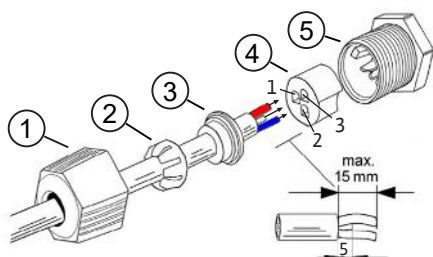

Fig. 19: Konektor Quickon
2. Odstráňte opláštenie signalizačného kábla (cca 15 mm). Konce žíl musia byť ukončené zároveň so spájacím krúžkom (pol. 4), resp. môžu prečnievať maximálne o 2 mm, pozrite si Fig. 19.